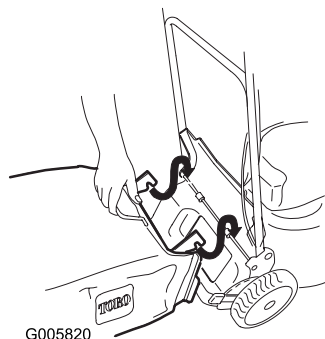

Bild 26
6. Setzen Sie den Grasfangkorb ein (Bild 26).